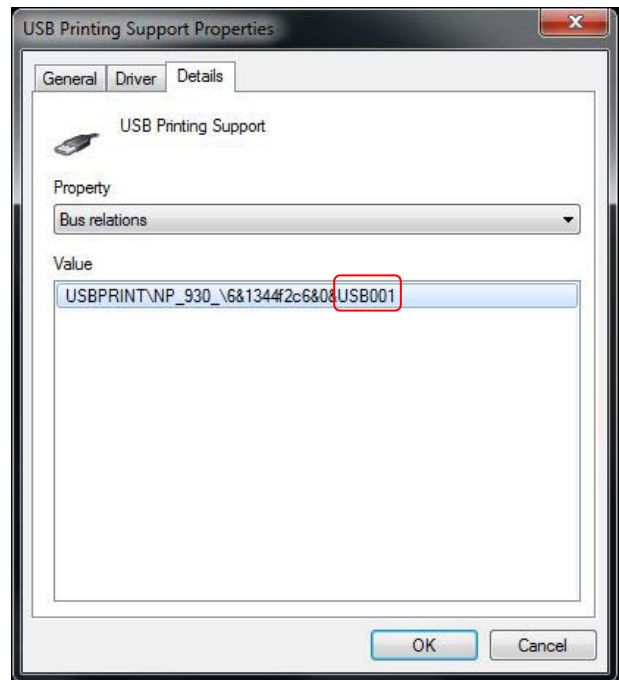

Abbildung 59: Geräteeigenschaften - Details
- In dem Eintrag bei "Wert" wird die Nummer des USB Anschlusses gezeigt. In dem Beispiel in Abbildung 59 ist die Nummer des USB Anschlusses „USB001“.